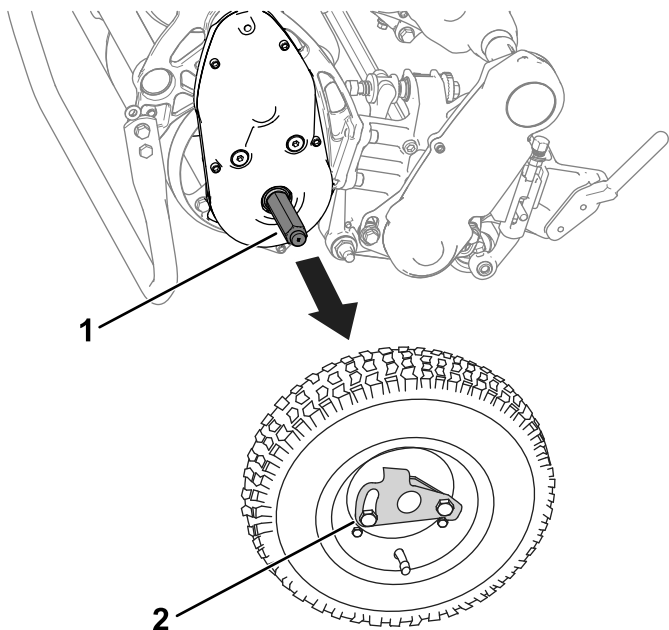

Figura 20
3. Remova as rodas de transporte empurrando os cliques de travamento das rodas para fora dos eixos (Figura 20).